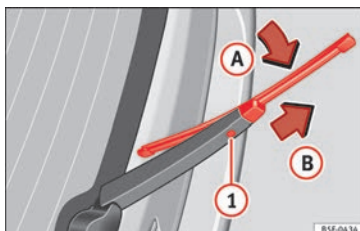

Fig. 83 Cambio de la escobilla de la luneta trasera.
- Rote la escobilla ligeramente » **fig. 83 (flecha A).**